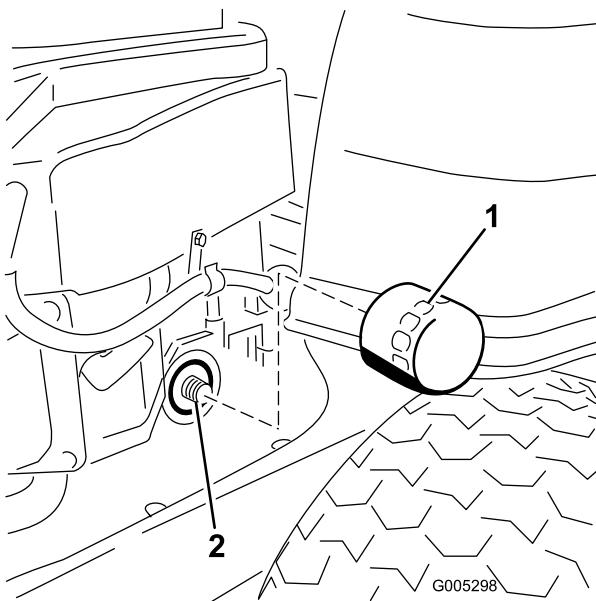

Figura 34
- Localice el filtro de aceite, en el lado derecho del motor. Retire el filtro usado y límpie el adaptador del filtro con un paño (Figura 34).
12. Instale el filtro de aceite nuevo en el adaptador. Gire el filtro de aceite en el sentido de las agujas del reloj hasta que la junta de goma entre en contacto con el adaptador, luego apriete el filtro de $\frac{3}{4}$ a una vuelta más (Figura 34). Limpie cualquier exceso de aceite del bastidor.